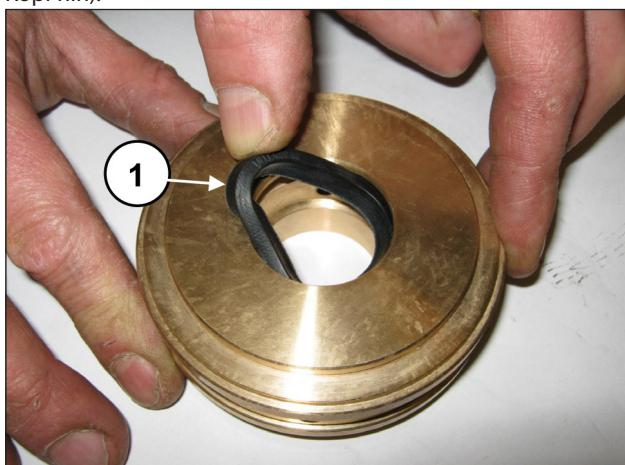

Abb. 177
Setzen Sie die ND-Dichtung in den Dichtungshalter ein (Pos. ①, Abb. 177) und achten Sie hierbei auf die Einbaurichtung mit nach vorn gerichteter Dichtlippe (zum Kopf hin).